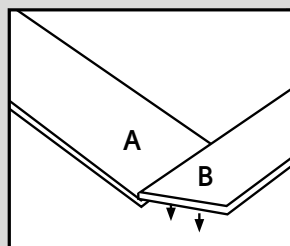

Abb. 4a
4. Nehmen Sie eine „A“-Diele und eine „B“-Diele und platzieren Sie diese wie unten dargestellt. Kippen Sie die vordere Längskante von Diele B, schieben Sie die Nuten ineinander und legen Sie beide Dielen flach aus (Abb. 4a und 4b).